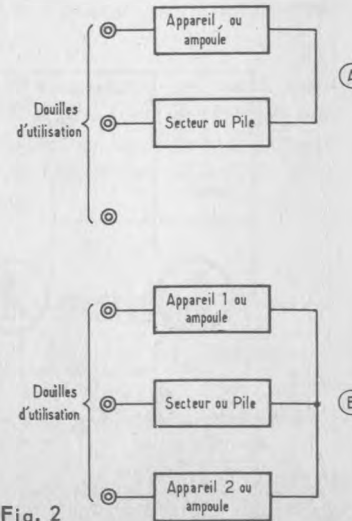

Fig. 2
- de brancher un, ou deux relais, qui vont donc battre, « clignoter » également. Ces relais peuvent alors commander à leur tour d'autres allumages, ou tout autre dispositif. On arrive à des combinaisons et des possibilités très étendues. Rappelons à ce sujet en figure 2 les deux modes de branchements possibles aux douilles d'un relais qui bat en permanence.